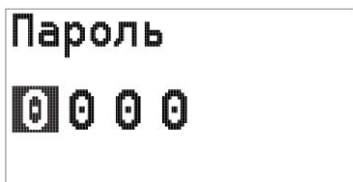

Рисунок 2.26 – Окно ввода пароля
- на индикаторе ЭЛЕМЕР-РЭМ-2 появится окно ввода пароля (рисунок 2.26) (если был установлен пароль на редактирование параметров с помощью внешнего ПО, заводская установка – запрос пароля отсутствует (0000)). Ввод пароля осуществляется в соответствии с п. 2.8.4.3.